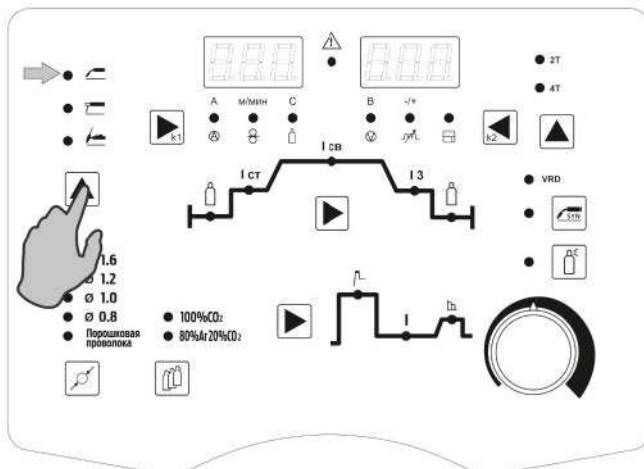

Рис. 8.4.1. Выбор способа сварки.
1. Выберите способ сварки (См. табл. 7.0.1, поз. 15, п. 6) MIG/MAG на передней панели сварочного аппарата (См. рис. 8.4.1).